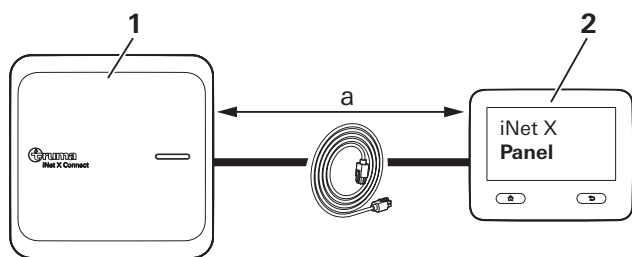

Fig. 2
- Connect skal placeres så tæt på kontrolpanelet som muligt (Fig. 2).
- Kontroller, om kablet er langt nok (Fig. 2).